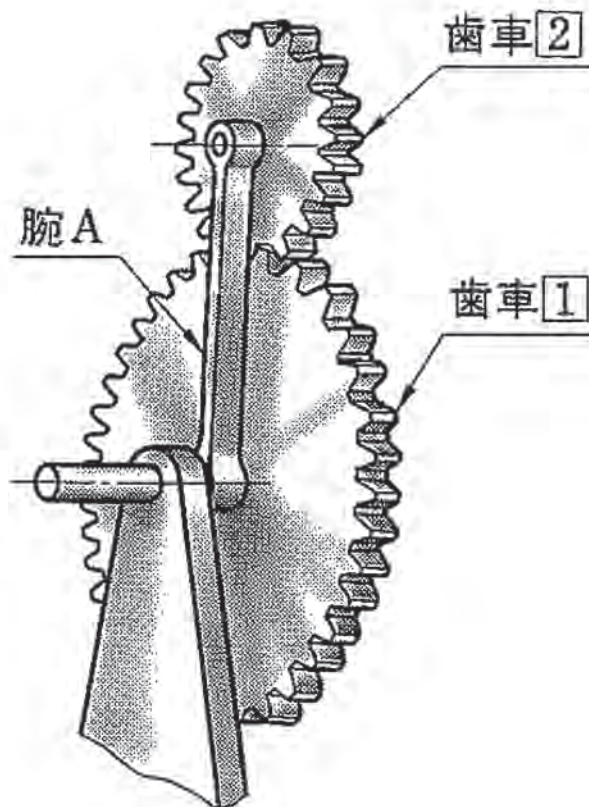

図5
(5) 図5に示す、歯車①、歯車②の歯数が、それぞれ60、20のとき、歯車①を固定して腕Aを+5回転したとき、歯車②の回転数を1～5から一つ選べ。ただし、左まわりを(+)、右まわりを(-)として考える。解答番号は